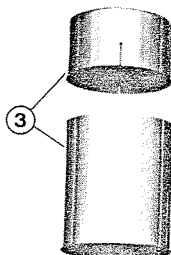

Fig. 1.2
2.2 Zusatz veränderlicher Höhe (546 27); s. Fig. 1.2
2.2 Telescopic Cylinder (546 27); see Fig.1.2
- ③ Metallrohr mit verschiebbarem Deckel, in Verbindung mit Kammerboden ① zur Herstellung einer Ionisationskammer mit veränderlicher Höhe
- ③ Metal pipe with sliding lid, together with bottom of chamber ① to make an ionization chamber of variable height